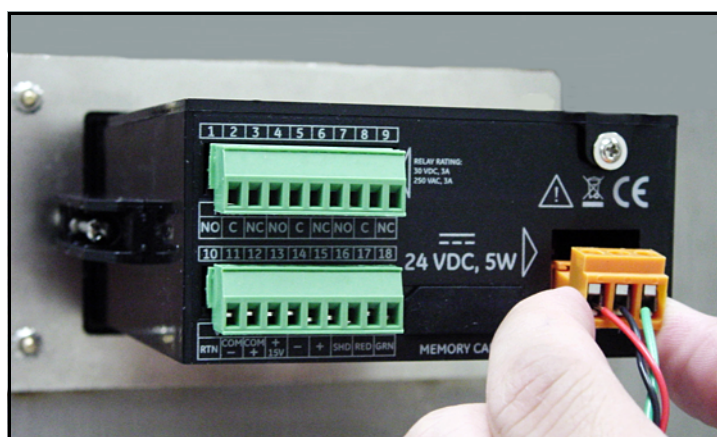

Figure 34: Wiederanschließen des Gleichstromsteckers
4. Schließen Sie den Gleichstromstecker wieder an der Rückseite des **dew.IQ** an (siehe *Figure 34* unten).